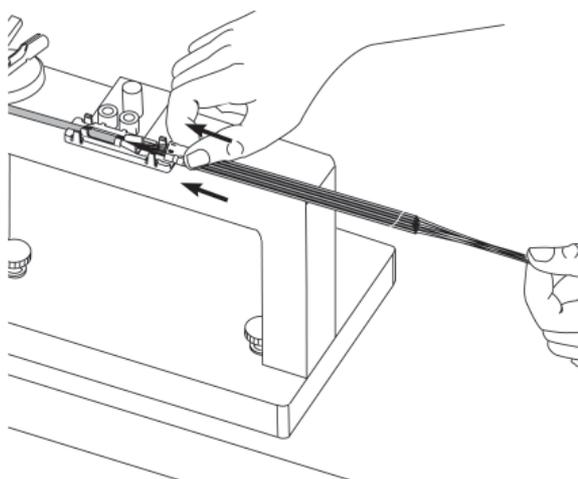

Figura 18
**7.7** Deslize cuidadosamente o conjunto enquanto puxa as fibras desnudadas para que saiam das extremidades dos tubos de 900  $\mu\text{m}$  até que o conjunto fique em cima do corpo do fan-out (Figura 18).